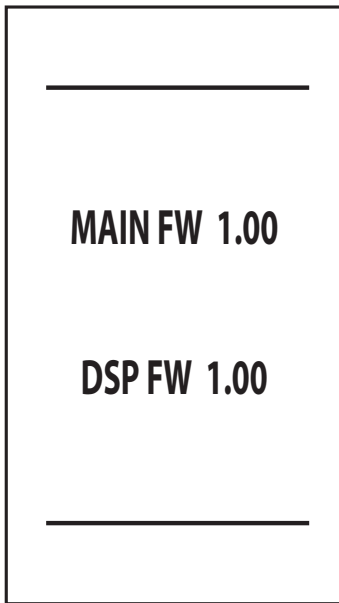

рис. 7- Включение/Версия ПО
- В течение первых 5 секунд на дисплее отображается версия программного обеспечения эл.платы и дисплея (рис. 7).